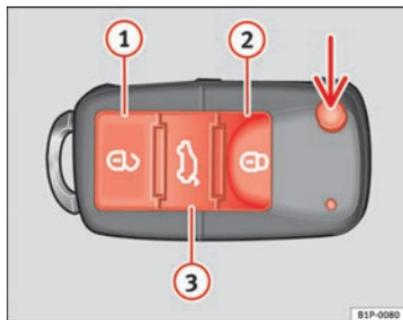

Fig. 64 Botões da chave com comando à distância
Com a tecla ⇒ fig. 64 (seta) do comando, destranca-se o palhetão da chave.
Destrancagem do veículo ⇒ fig. 64 .
Trancagem do veículo ⇒ fig. 64 .
Destrancagem da porta da bagageira. Pressione o botão ⇒ fig. 64 até que todas as luzes indicadoras de mudança de direcção do veículo pisquem durante breves segundos. Ao premir o botão de destrancagem , dispõe de 2 minutos para abrir a bagageira. Uma vez decorrido este tempo, será novamente trancado.
Além disso, o indicador luminoso da pilha da chave ⇒ fig. 64, começa a piscar.
Premindo uma vez a tecla ⇒ fig. 64 , apenas se abrirá a porta do condutor, permanecendo as restantes fechadas. ▶
Premindo duas vezes o botão  ⇒ página 109, fig. 64 , todas as portas serão destrancadas.
- Premir a tecla  ⇒ página 109, fig. 64 do comando à distância.